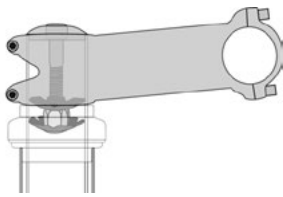

Abb. 13
**HÄNDLER:** Wenn Ihr Fahrrad einen "gewindelosen" Vorbau hat (Abb. 13) kann Ihr Händler Ihnen helfen, die Lenkerhöhe zu ändern, indem er die Abstandhalter zur Höhenverstellung von unten nach oben oder umgekehrt verschiebt. Anderenfalls benötigen Sie einen Vorbau mit einer anderen Länge. Wenden Sie sich an Ihren Händler. Versuchen Sie nicht, diese Einstellung selbst vorzunehmen, da diese Eingriffe spezielle Kenntnisse erfordern.